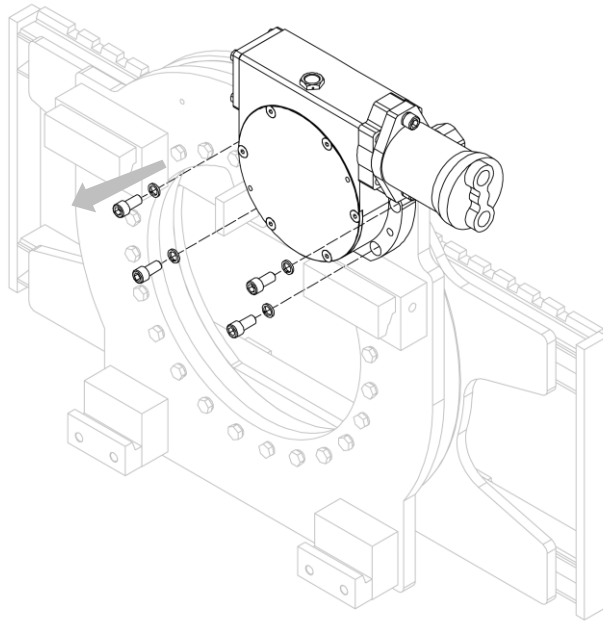

Figura 38
3. Rimuovere la coppia riduttore-motore dalla struttura dell'attrezzatura, dopo aver rimosso le relative viti (vedi *Figura 38*).